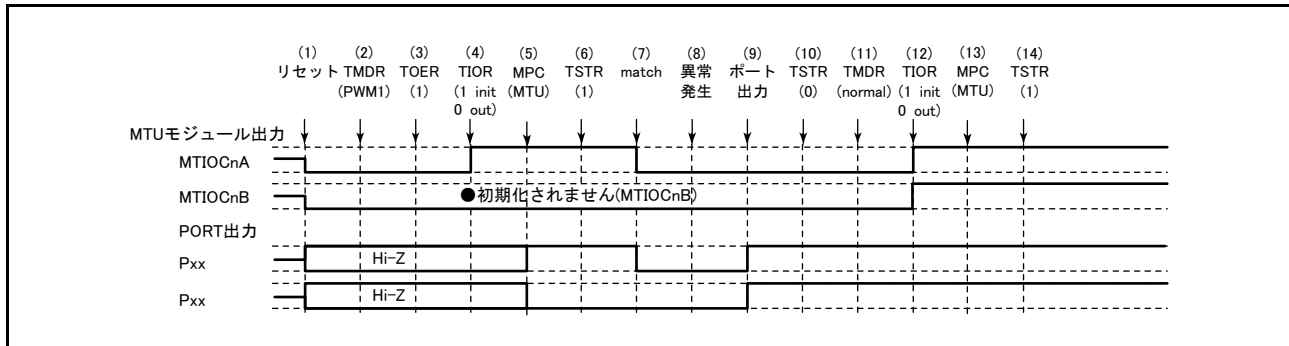

図 22.151 PWM モード 1 で異常が発生し、ノーマルモードで復帰する場合
PWM モード 1 で異常が発生し、再設定後ノーマルモードで再スタートする場合の説明図を図 22.151 に示します。
(1) ~ (10) は図 22.151 と共通です。
(11) PWM モード 1 で再スタートする場合には必要ありません。
(12) TIOR レジスタで端子を初期化してください (PWM モード 1 では MTIOCnB (MTIOCnD) 端子に波形が出力されません。出力すべきレベルがある場合は、I/O ポートのポート方向レジスタ (PDR)、ポート出力データレジスタ (PODR) で汎用出力ポートの設定をしてください)。
(13) MPC と I/O ポートのポートモードレジスタ (PMR) で MTU 出力としてください。
(14) TSTRA レジスタで再スタートします。
(11) PWM モード 2 を設定します。
(12) TIOR レジスタで端子を初期化してください (PWM モード 2 では周期レジスタの端子に波形が出力されません。出力すべきレベルがある場合は、I/O ポートのポート方向レジスタ (PDR)、ポート出力データレジスタ (PODR) で汎用出力ポートの設定をしてください)。
- (1) ~ (10) は図 22.151 と共通です。
- (11) 位相計数モードを設定します。
- (12) TIOR レジスタで端子を初期化してください。
- (13) MPC と I/O ポートのポートモードレジスタ (PMR) で MTU 出力としてください。
- (14) TSTR レジスタで再スタートします。
- (11) 波形生成部の初期化のためノーマルモードを設定してください。
- (12) TIOR レジスタで PWM モード 1 の波形生成部を初期化してください。
- (13) TIOR レジスタで PWM モード 1 の波形生成部の動作を禁止してください。
- (14) TOERA レジスタで MTU3、MTU4 の出力を禁止してください。
- (15) TOCR1A、TOCR2 レジスタ A で相補 PWM の出力レベルと周期出力の許可禁止を選択してください。
- (16) 相補 PWM を設定します。
- (17) TOERA レジスタで MTU3、MTU4 の出力を許可してください。
- (18) MPC と I/O ポートのポートモードレジスタ (PMR) で MTU 出力としてください。
- (19) TSTRA レジスタで再スタートします。